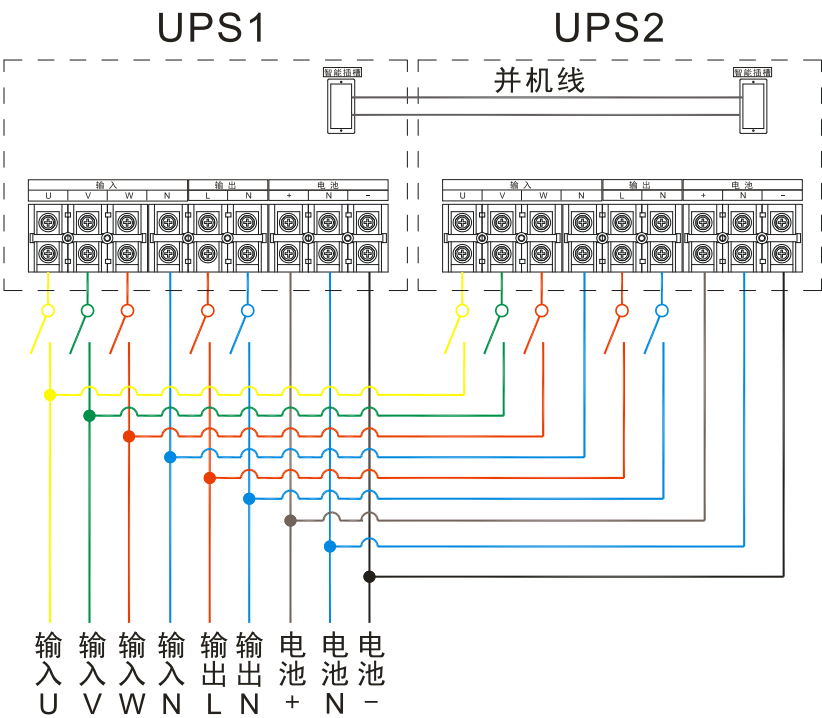

图3-18 并机接线示意图
- 步骤 2 按照图 3-18 所示, 连接各并联单元的输入、输出、电池、地线及并机通讯线。